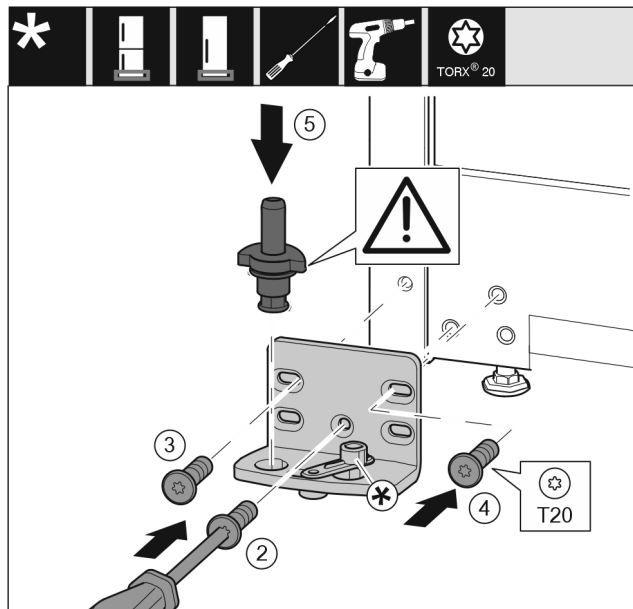

Fig. 16
- ▶ Płytkę zawiasu założyć z drugiej strony i przykręcić przy pomocy śrubokręta T20. Rozpocząć od śruby 2 dolnej umieszczonej na środku. Fig. 16 (2)
- ▶ Dokręcić śrubę 3 i 4. Fig. 16 (3,4)
- ▶ Założyć całą sworzeń płytki zawiasu. Przy tym zwrócić uwagę, by krzywka zatraskowa wskazywała do tyłu. Fig. 16 (5)